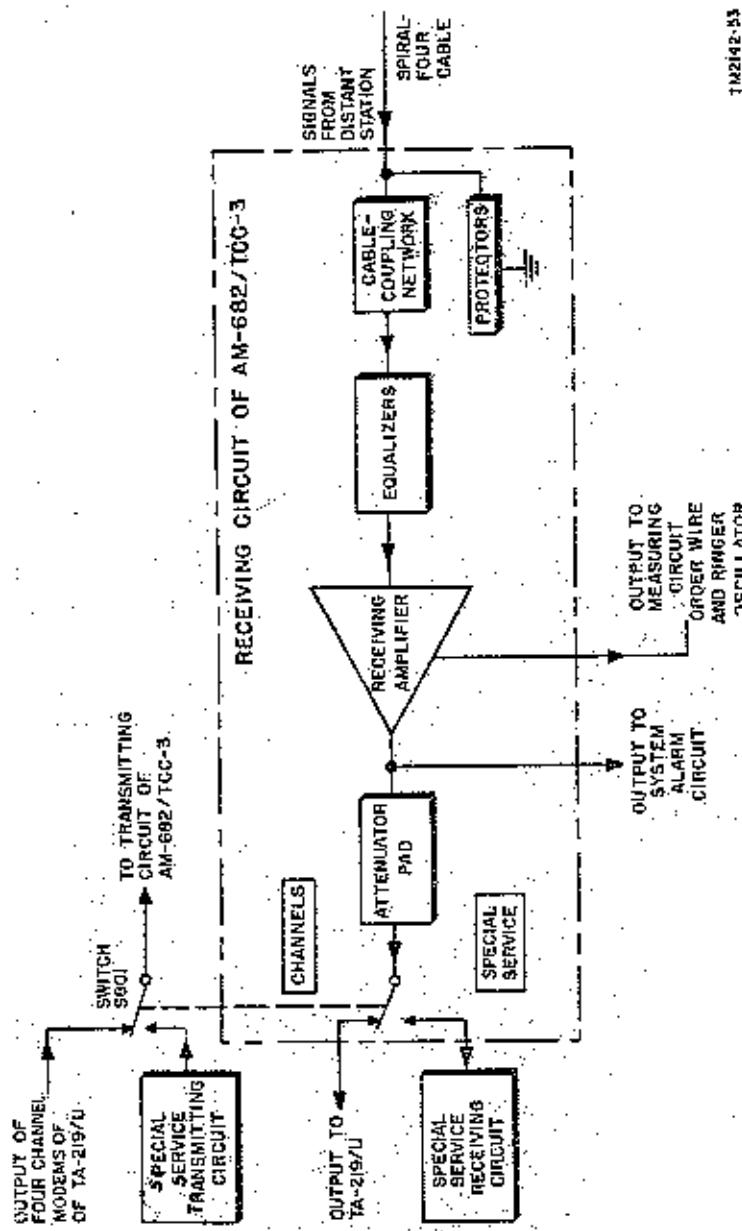

FIG.20 - AM-682/TCC-3 - Schema a blocchi del ramo ricevente.
a) Schema a blocchi del ramo ricevente dell'AM-682 (fig.20)